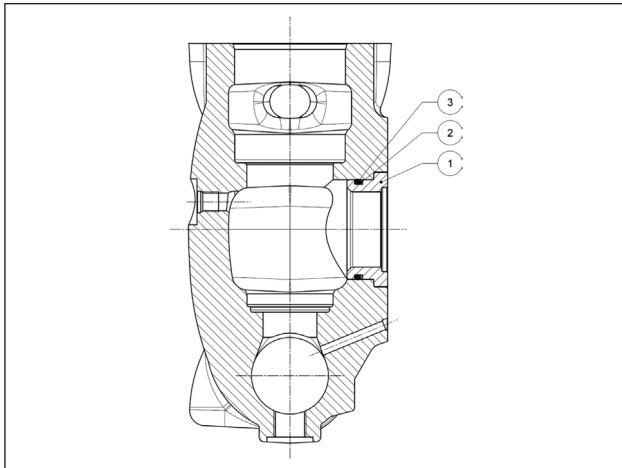
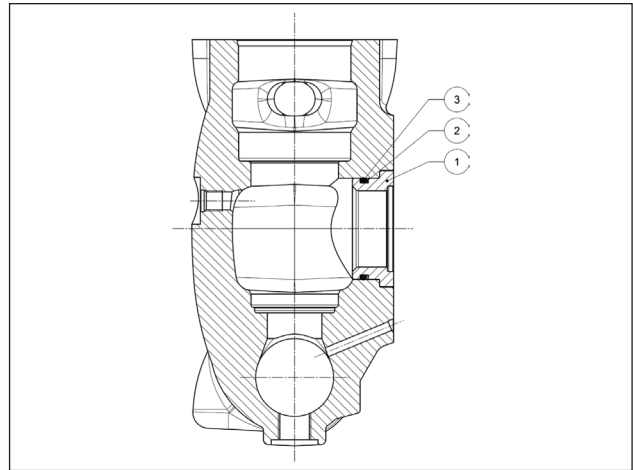

Abb. 167
Abb. 168
Bauen Sie den bearbeiteten Kopf durch Setzen der Buchsen (Pos. ①) samt Stützringen (Pos. ②) und O-Ring (Pos. ③) gemäß Abb. 167 für LK36-40-45 und gemäß Abb. 168 für LK50-55-60 ein: